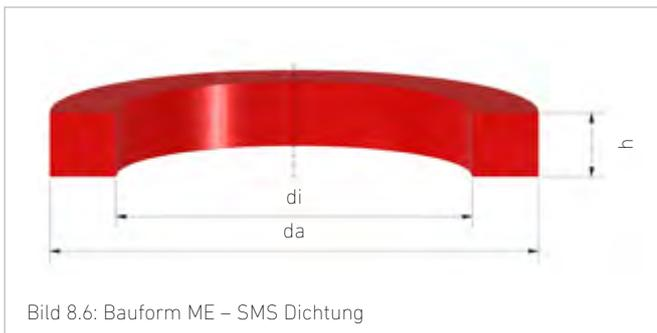

Bild 8.6: Bauform ME – SMS Dichtung
- Bauform ME (Standard) – Bild 8.6